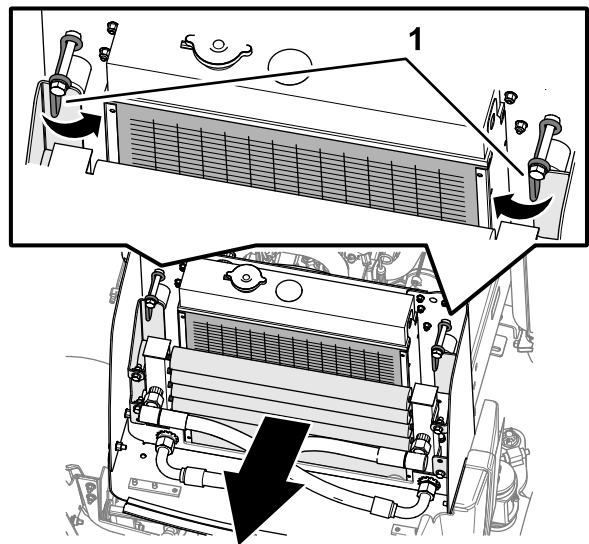
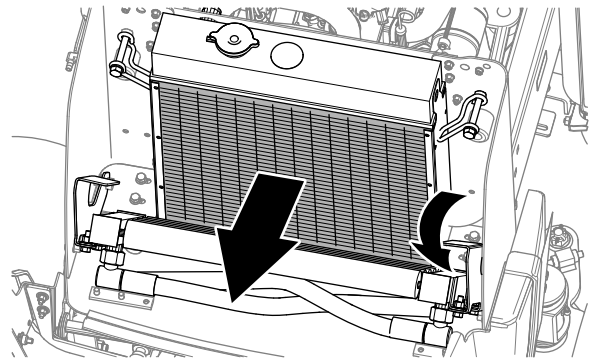

Figura 80
Figura 81
6. Curățați răcitorul de ulei cu aer comprimat de joasă presiune (3,5 bar) (Figura 80).
7. Rotiți elementele de fixare ale răcitorului de ulei spre interior și pivotați răcitorul de ulei (Figura 80 și Figura 81).
8. Lucrând din partea ventilatorului radiatorului, suflați în radiator aer comprimat de joasă presiune (3,5 bar) (Figura 81). Repetați acest pas în partea din față a radiatorului, din nou din partea ventilatorului. Curățați bine ambele părți ale răcitorului de ulei.